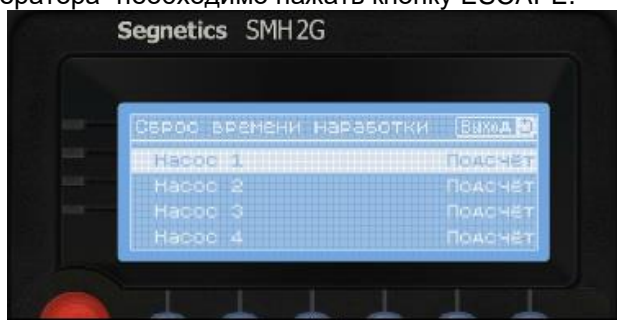

Рисунок 18. Экран “Сброс времени наработки”
1. Сброс времени наработки насосов (Рисунок 18).